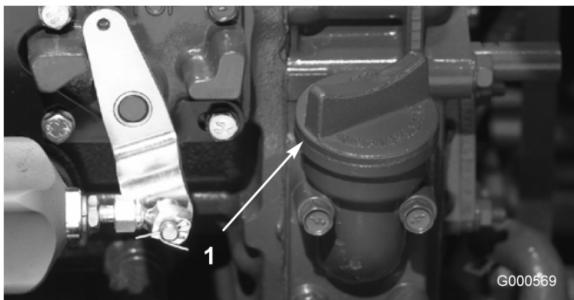

Figura 11
4. Si el nivel de aceite está por debajo de la marca FULL, retire el tapón de llenado (Figura 11) y añada aceite hasta que el nivel llegue a la marca FULL. No llene demasiado.